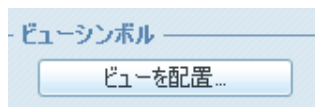

図 10-52 寸法表示
4) テンプレートビュー方法に各設定条件を入力したら左下のビューシンボルの「ビュー配置」をクリックする (図 10-52)。